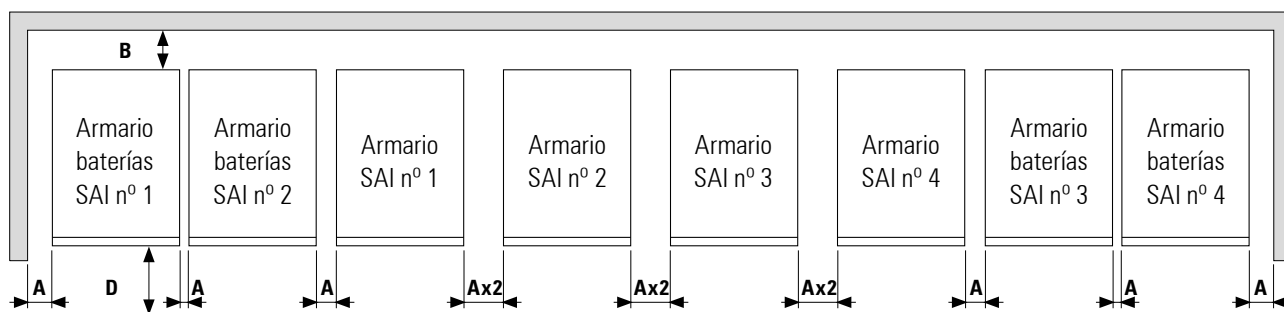

Fig. 32. Cotas mínimas periféricas para la ventilación de un sistema.
- Aflojar con la mano girando en sentido antihorario los elementos (PB) hasta que hagan tope con el suelo y con la ayuda de una llave fija, aflojar media vuelta más para inmovilizar el armario metálico, procurando un correcto nivelado.
En la Fig. 32 se muestra como deben quedar finalmente los elementos estabilizadores (PB).
Para tener acceso a los acumuladores es necesario retirar ambas tapas laterales del armario. En los modelos y módulos de baterías ensamblados en el armario de menor tamaño se dispone de bandejas de baterías extraíbles. Antes de cualquier manipulación deberá atenderse a las indicaciones de la etiqueta adherida en cada una de ellas (ver Fig. 32). Las bandejas que son extraíbles lo son hasta su mitad por cada lado, previa retirada de los topes.